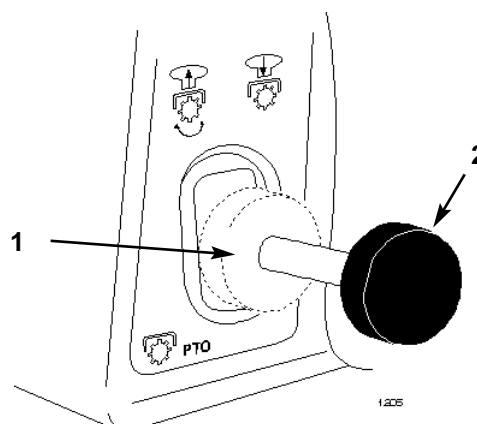

Bild 7
2. Den Zapfwellenantrieb (ZWA) in die "AUS"-Stellung drücken (Bild 7).